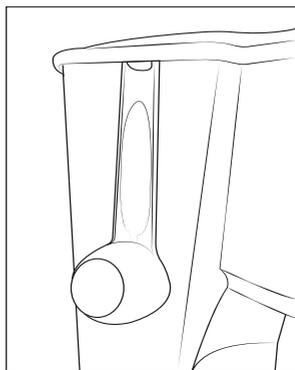

Fig. 4
- 4) Per conservare il cucchiaino misurino **12** metterlo nel bricco per il caffè **6**. In alternativa si può agganciare il cucchiaino misurino **12** al bordo laterale del serbatoio dell'acqua **10** (vedere fig. 4):